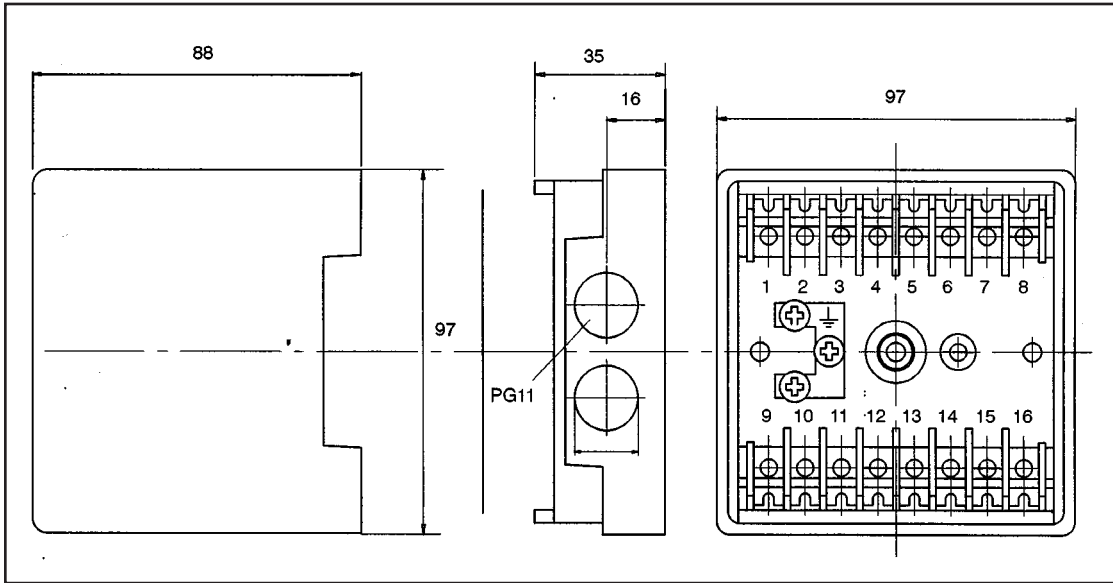

Fig. 6. Dimensions du A4021A et de l'embase (en millimètres)
Voir Fig. 6.
Pour les dimensions du trou de montage, voir Fig. 6 cotes d'encombrement.
NOTE : Pour les cotes d'installation, voir Fig. 6
2. Les raccordements électriques pour le A4021A sont propres à chaque application. Se référer au Tableau 2 et à la Fig. 6 pour un câblage correct de l'embase.